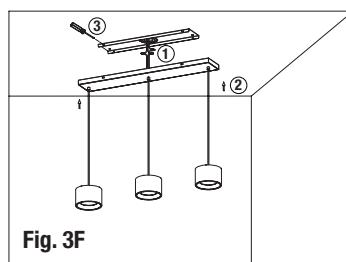

Fig. 3F
3. Connect the live (L), neutral (N), and ground wires from the junction box to the corresponding wires of the luminaire using wire nuts. Align the L-shaped catches on the rectangular luminaire plate with the screws pre-installed on the side of the rectangular ceiling plate and fully tighten the screws onto the rectangular ceiling plate (Fig. 3F).
3. Connectez les fils sous tension (L), neutre (N) et de terre de la boîte de jonction aux fils correspondants du luminaire à l'aide de capuchons de connexion. Alignez les loquets en forme de L de la plaque rectangulaire du luminaire avec les vis préinstallées sur le côté de la plaque rectangulaire de plafond et serrez complètement les vis sur la plaque rectangulaire de plafond (Fig. 3F).
4. Vérifiez la fiabilité de l'installation, puis mettez sous tension pour confirmer que le luminaire s'allume normalement (Fig. 3F).